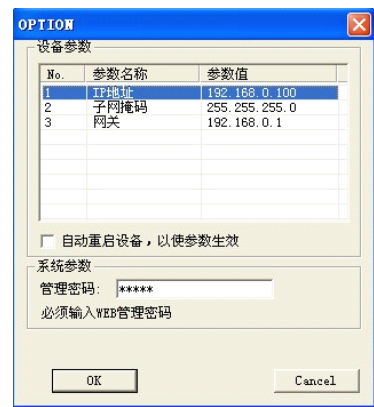

图 2
③ 在列表中选择要进行修改的设备（出产默认 IP 为 192.168.0.100），点击“设置”；或双击要修改的设备。弹出 OPTION 对话框，如图 2 所示：